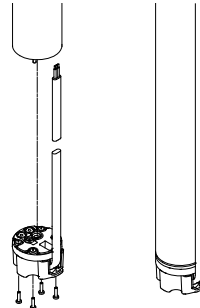

Abb. 8
4. Kabelstecker auf die Motorsteckdose drücken. Der Kabelstecker kann nicht falsch montiert werden, siehe Abb. 8.
5. Die vier Schrauben aufsetzen und fest anziehen (1 - 1,5 Nm), siehe Abb. 8.